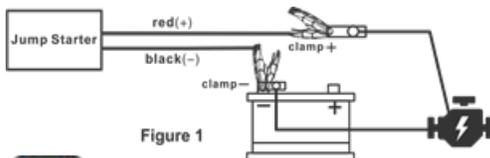

Figure 1
2. Подключить пускатель, как показано на рис. 1